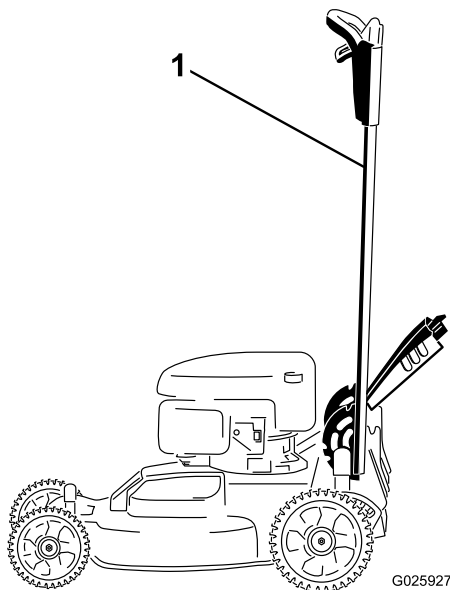

Figure 40
1. Bloquez le guidon en position verticale (Figure 40) ; voir Réglage de la hauteur du guidon (page 12).